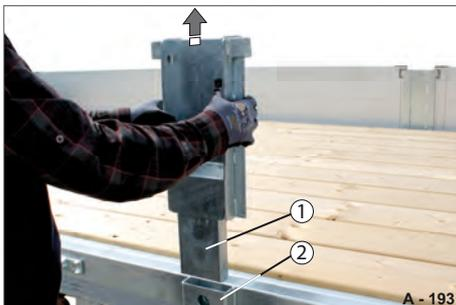

Abb. 123 Mittelrunge entfernen
- ▶ Mittelrunge (Abb. 123/1) aus der Rungeentasche (Abb. 123/2) herausziehen.